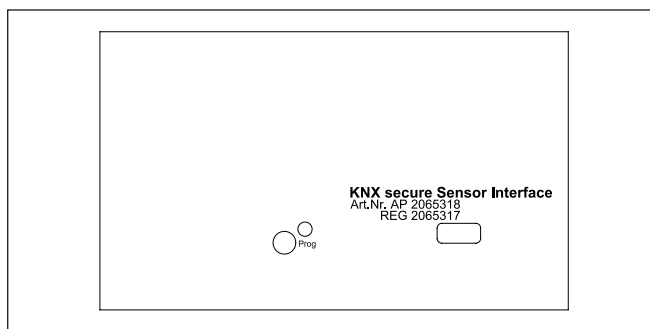

Abb. 3 Geräteansicht
Hierfür steht auf dem Tastenfeld eine Prog-Taste zur Programmierung und eine Anzeige-LED zur Verfügung (siehe Abb. 3).
- Drücken Sie die Programmier Taste am Gerät (Abb. 3), um das Gerät in den Programmiermodus zu versetzen. Bei aktiviertem Programmiermodus leuchtet die rote LED. Die Programmierung erfolgt durch die ETS am PC. Diese Software beendet den Programmiermodus automatisch. Die rote LED erlischt.